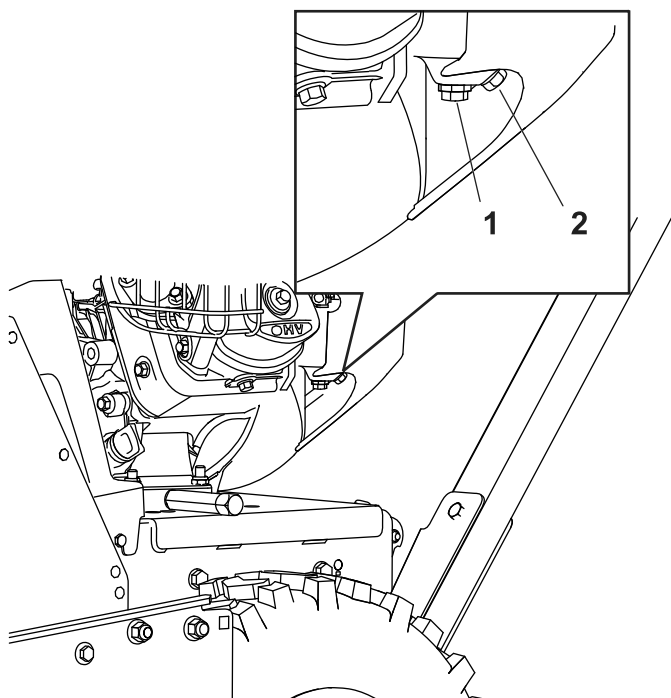

Figure 31
1. Localisez le boulon de vidange dans l'orifice latéral de la cuve du carburateur (**Figure 31**).